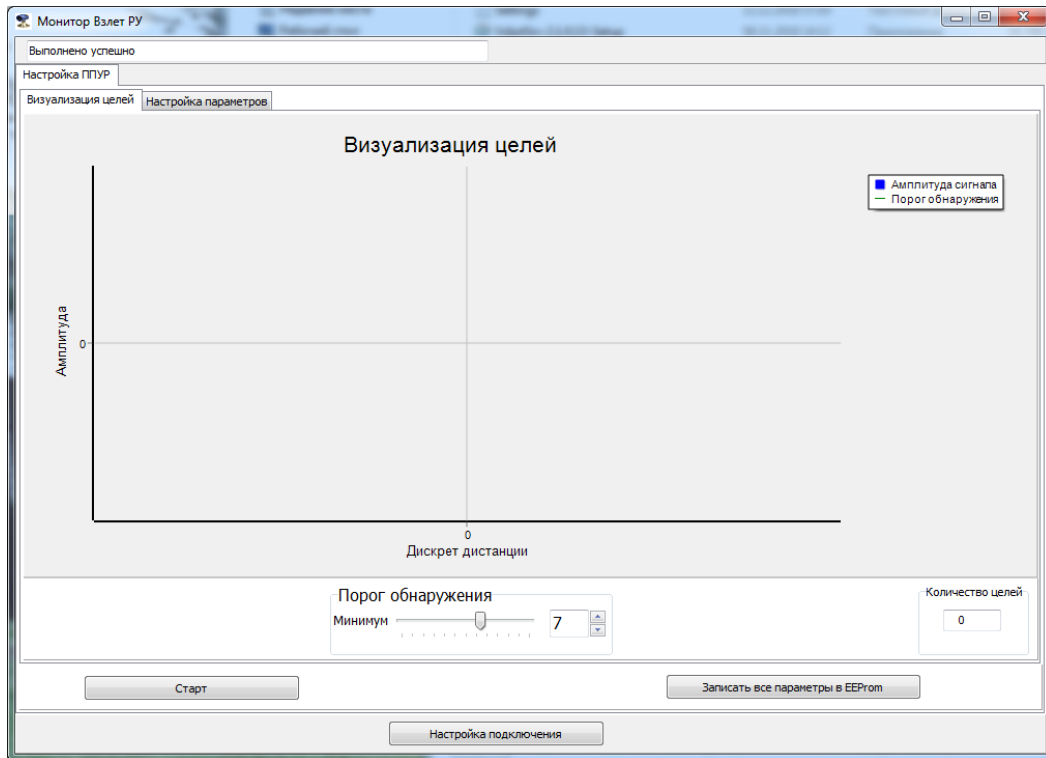
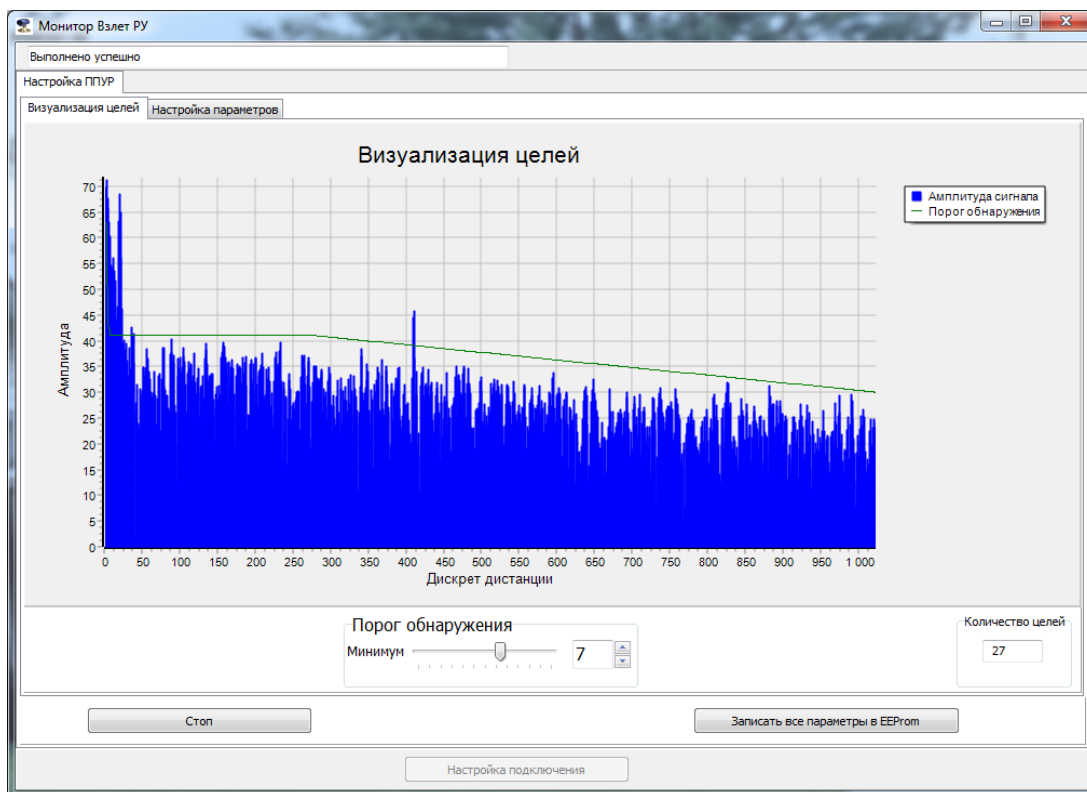

Рис.23 - Окно «Визуализация целей».
Рис.24 - «Шумовая дорожка».
7.7.2 После успешного подключения откроется окно «**Визуализация целей**» (рис.23). Для начала процесса измерений нажмите кнопку «**Старт**», начнется процесс отображения измерений, как приведено на рис.24.
7.7.3 На рис.24 приведена «шумовая дорожка», характеризующая спектр получаемого отраженного радарного СВЧ-сигнала. По оси «Х» отложена дистанция до измеряемой среды с дискретностью 4 см, по оси «Y» – амплитуда сигнала в дБ.